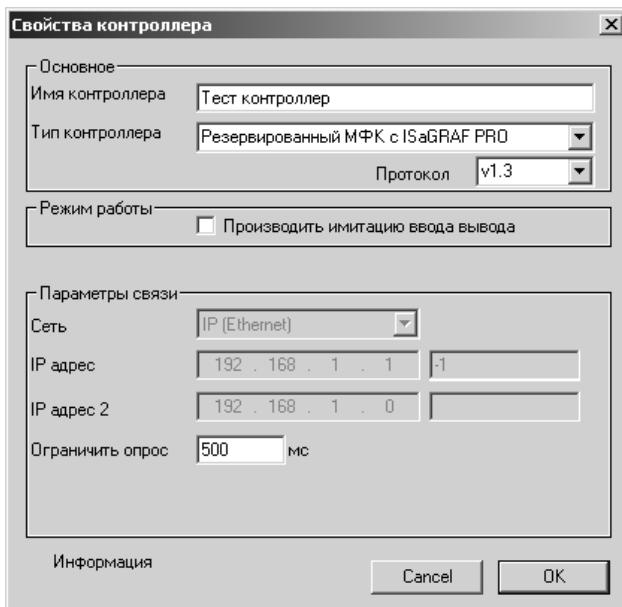

Рисунок 4.4 – Дополнительные параметры контроллеров с задачей связи isacom
- версия протокола обмена (см. Рисунок 4.4);
- ограничение опроса (см. Рисунок 4.4) – OPC-клиент не сможет запрашивать данные чаще, чем указанно в этом ограничении, при этом, если установлена опция «опрос с данной частотой независимо от запроса клиента», OPC-сервер будет посылать клиенту данные строго с заданной в этом ограничении частотой;